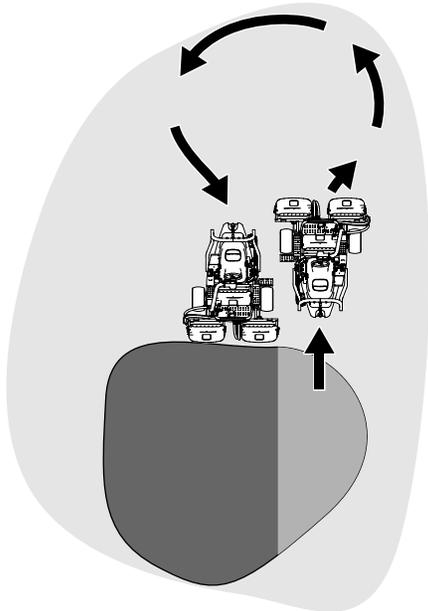

图 28
6. 要缩短下一趟剪草的操作时间并方便剪出直线应轻轻朝相反方向转动机器然后再转向未剪部分。此动作是一个泪滴状的转弯图 28 可将机器快速对齐进行下一趟剪草。